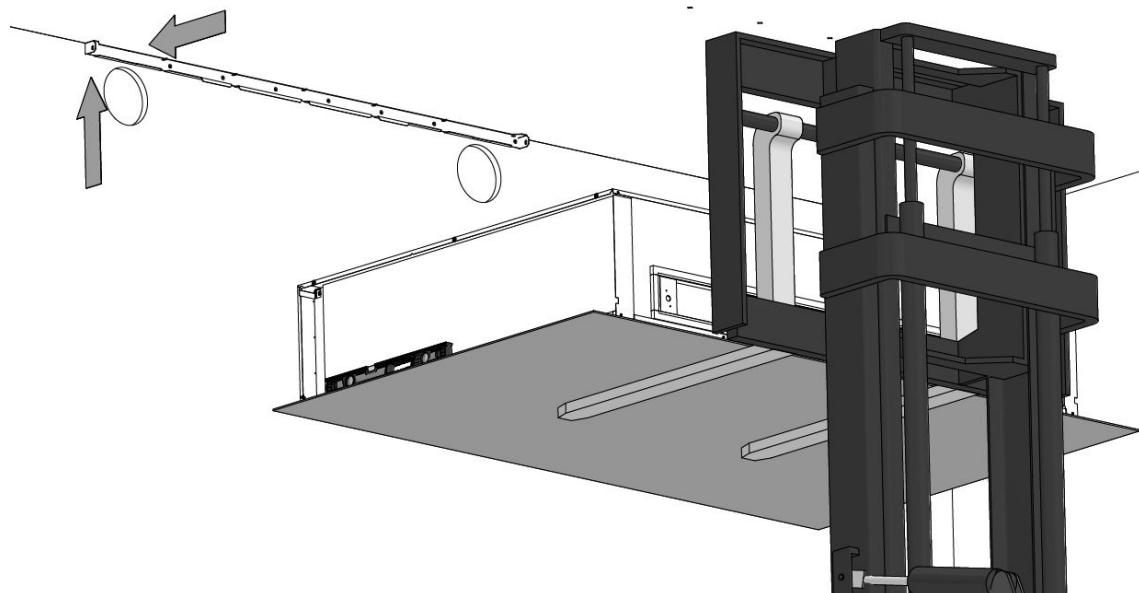

Abbildung 18: Heben Sie das Gerät hoch und setzen Sie es auf die Halterung
1. Legen Sie eine Schutzunterlage zwischen Lift und Gerät, um Kratzer zu vermeiden, siehe Abbildung 18 unten.